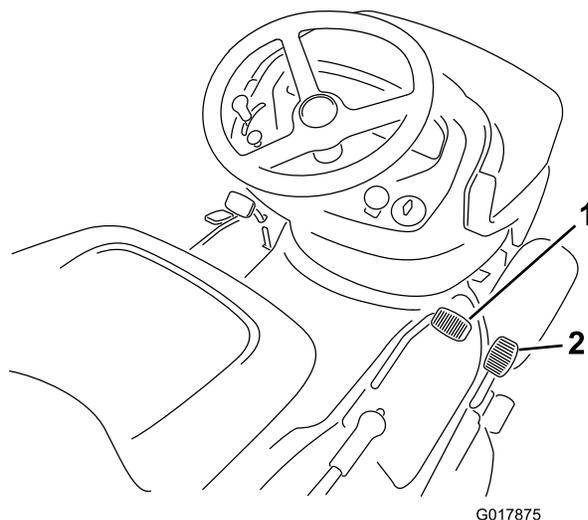

Figura 13
2. Coloque el pie en el pedal de control de tracción y pise lentamente el pedal para avanzar (Figura 13).
2. Coloque el pie en el pedal de marcha atrás y pise lentamente el pedal para desplazarse hacia atrás (Figura 13).